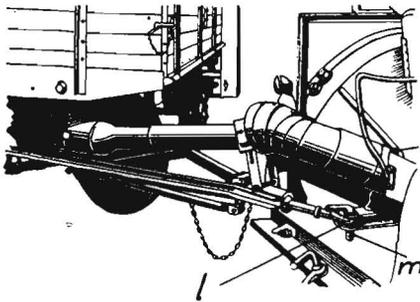

Bild 7
- a) die Zugöse „l“ (Bild 7) der Anhängegabel des Anhängers im Zugmaul der Spezialanhängerkopplung sitzt und der Verbindungsbolzen „m“ (Bild 7) unten durch die Feder gegen Herauspringen während der Fahrt gesichert ist.